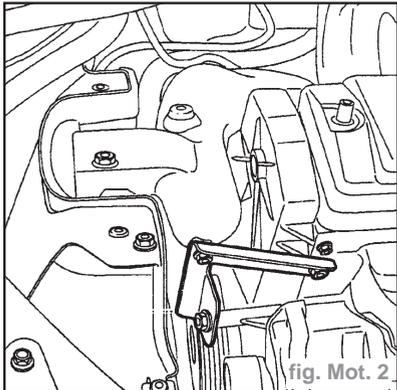

fig. Mot. 2
- Déposer les tirants de suspension moteur (côté droit) (fig. Mot. 2).